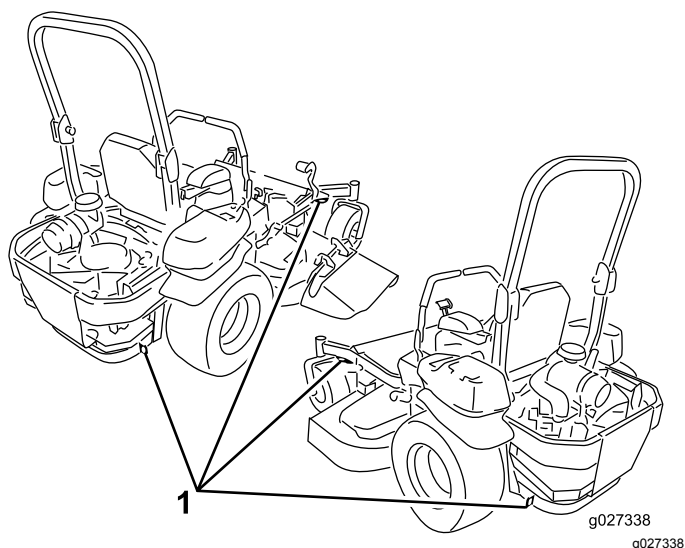

Figura 46
- 6. Prenda a máquina perto das rodas giratórias frontais e pára-choques traseiro com correias, correntes, cabos ou cordas (Figura 46). Consulte as diretrizes locais relativas a requisitos de dispositivos de fixação.